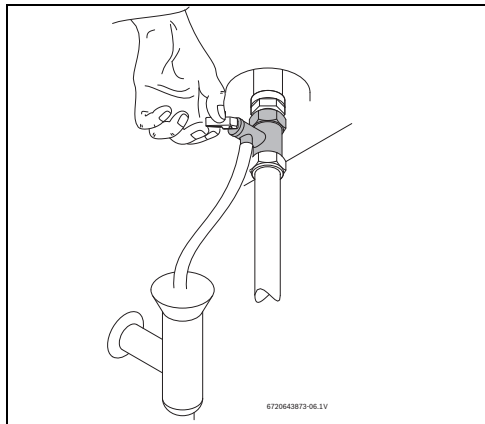

Fig. 12 Apertura manual de la válvula de seguridad
- ▶ Abrir la válvula de seguridad (Fig. 12).
- ▶ Abrir manualmente la válvula de seguridad al menos una vez al mes (Fig. 12).